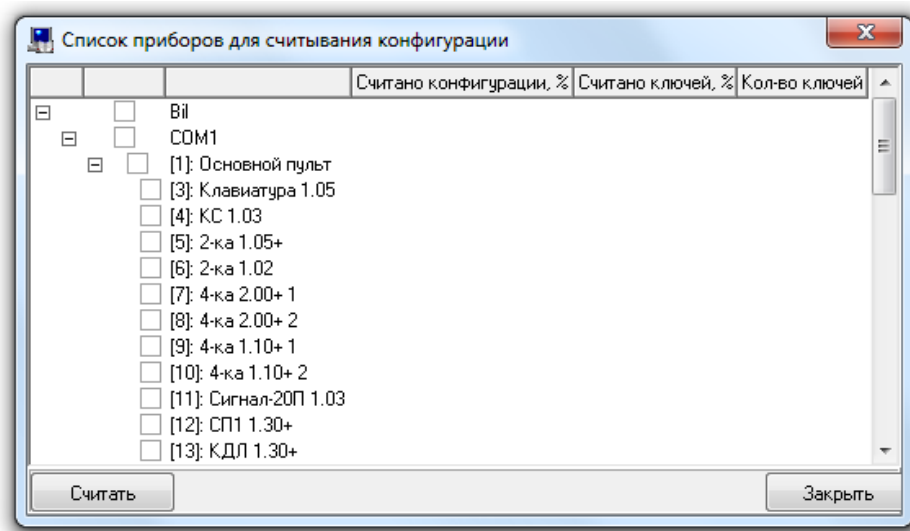

Рисунок 6-863 Диалоговое окно "Список приборов для считывания конфигурации"
- 1) При помощи меню «Сервис»/ «Считать конфигурацию из приборов» вызвать диалоговое окно «Список приборов для считывания конфигурации» (см. Рисунок 6-863).